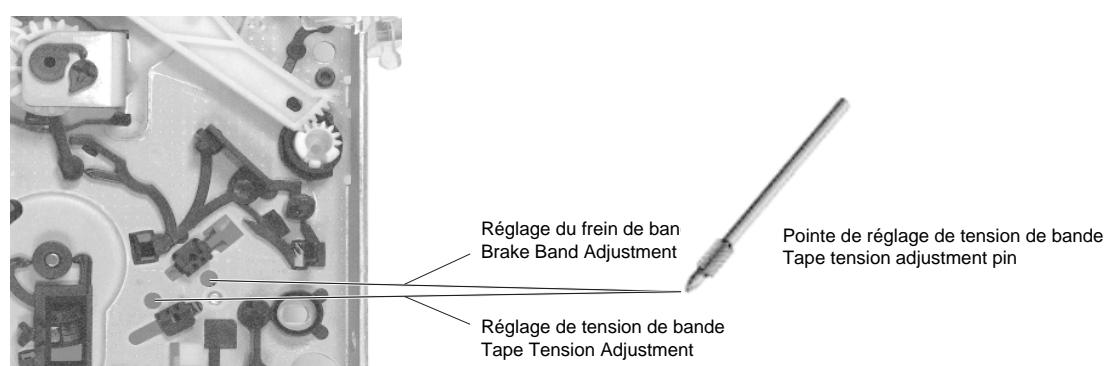
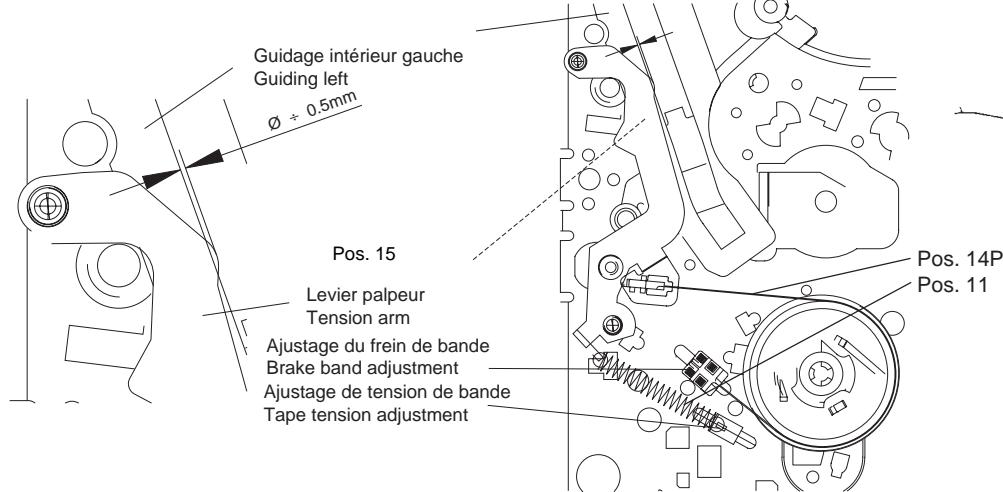

Fig. 26
Fig. 27
- A l'aide de l'outil de réglage de tension de bande (depuis la partie inférieure de la mécanique, Fig. 26) régler le frein (Fig. 27, Pos. 14P) de telle sorte que le bras du palpeur de tension de bande (Pos. 15) se superpose avec l'arrêté de guidage intérieur gauche du rail de gauche (Fig. 27).
- A l'aide de l'outil de réglage régler le ressort (Fig. 27, Pos. 11) sur une traction de bande de $0,24N \pm 0,02N$ ($24g \pm 2g$) (Fig. 27).
- Adjust the brake band (Fig. 27, Pos. 14P) by means of the tape tension adjustment tool (from the underside of the tape deck, Fig. 26) so that the edge of the elbow of the tape tension arm (Pos. 15) overlaps with the left inner edge of the left guide (see Fig. 27).
- Adjust the spring (Fig. 27, pos.11) to a tape tension of $0.24N \pm 0.02N$ ($24g \pm 2g$) by means of the tape tension adjustment tool (Fig. 27).